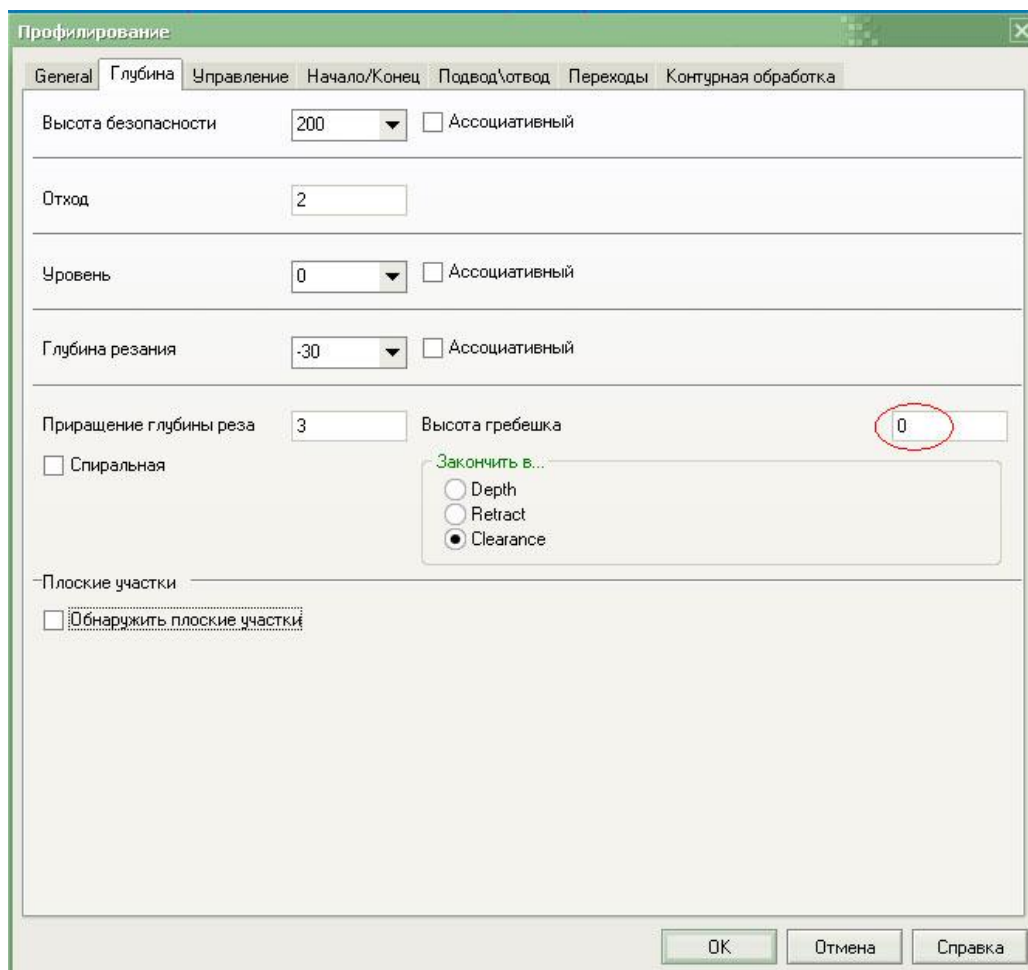

Рис. 7. Edgescam. Обработка 3D кармана с использованием функции контроля высоты гребешка.
5. Чистовую обработку кармана производим с помощью цикла «Профилирование», для наглядности процесса обрабатываем карман без контроля высоты гребешка (рис.7, 8, 9), с постоянным приращением глубины резания 3мм.